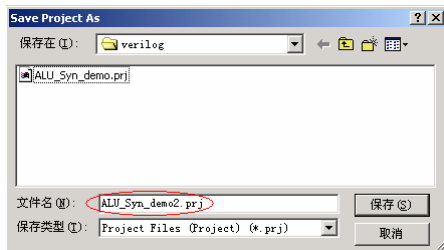

图4-13 存储工程设置
3. 添加源文件方法与注意事项同利用工程向导创建工程所需注意事项相同。然后单击 **Impl Options...** 按钮启动综合参数设置对话框，设置目标器件型号、优化参数与综合频率，或者在 Synplify Pro 主界面下完成上述设置。最后单击  按钮，保存工程设置。这时会弹出【Save Project As】对话框，如图 4-13 所示，输入适当的工程名称后保存即可。